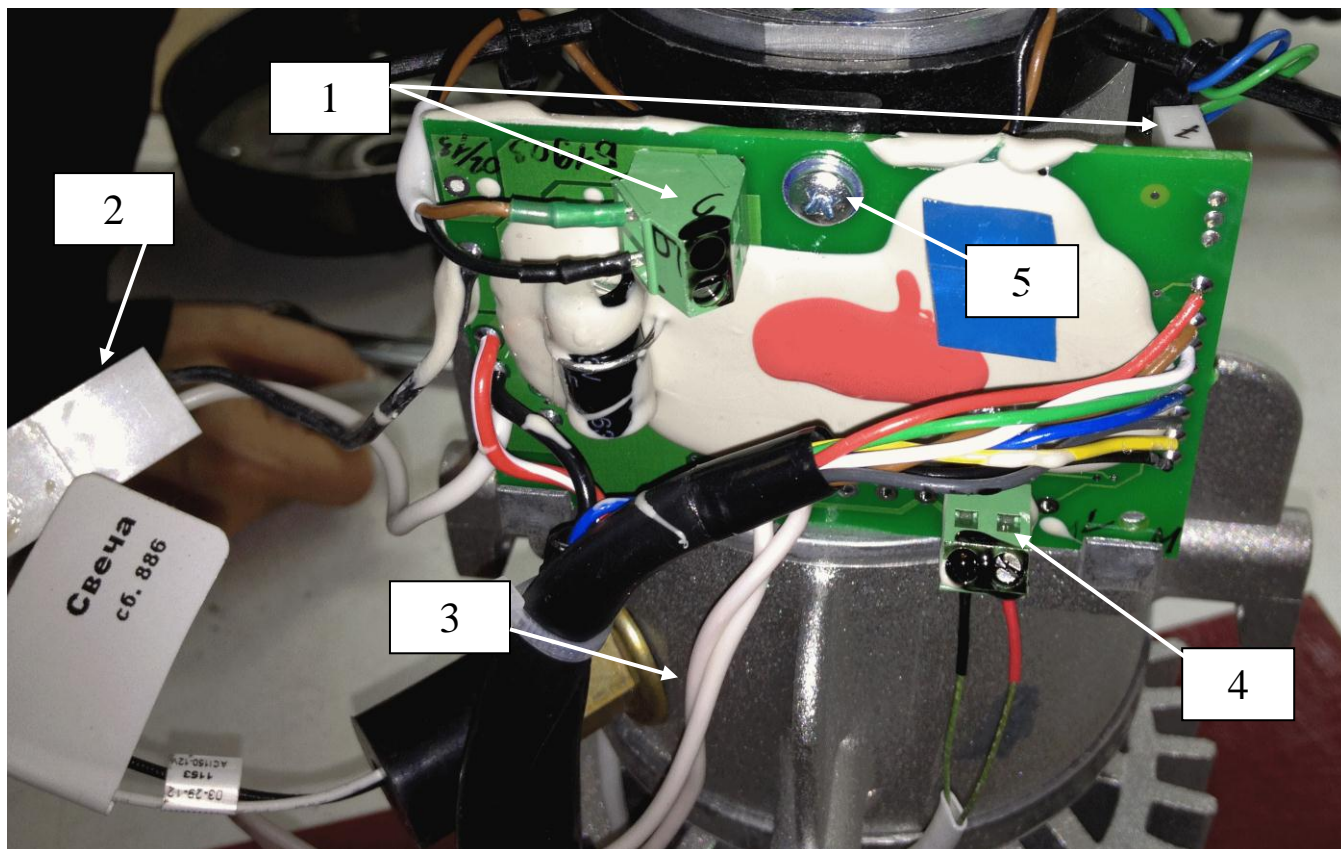

Рис.8 – Блок управления.
- отсоединить контакты проводов индикатора от разъема блока управления (позиция 4, рис.8);
- отсоединить контакты проводов электродвигателя от разъемов блока управления (позиция 1, рис.8);
- отвернуть винт крепления блока управления (позиция 5, рис.8);
- разъединить свечной разъем (позиция 2, рис.8);
- отсоединить контакты проводов блока управления от разъемов датчика перегрева (позиция 3, рис.8);
- отсоединить контакты индикатора пламени от разъемов блока управления (позиция 4, рис.8);
- отвернуть винт крепления блока управления (позиция 5, рис.8)